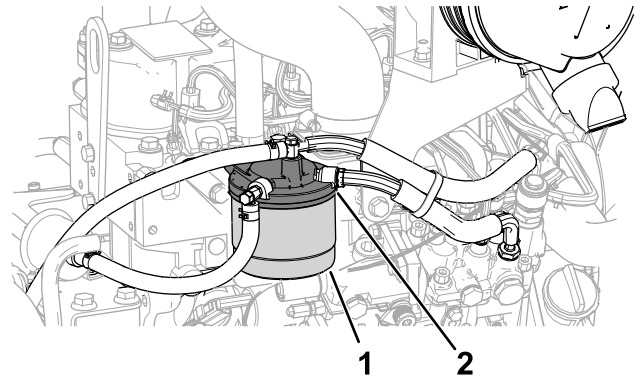

Bild 58
1. Reinigen Sie den Bereich um den Kraftstofffilterkopf (Bild 58).
2. Entfernen Sie den Filter und reinigen die Kontaktfläche (Bild 58).